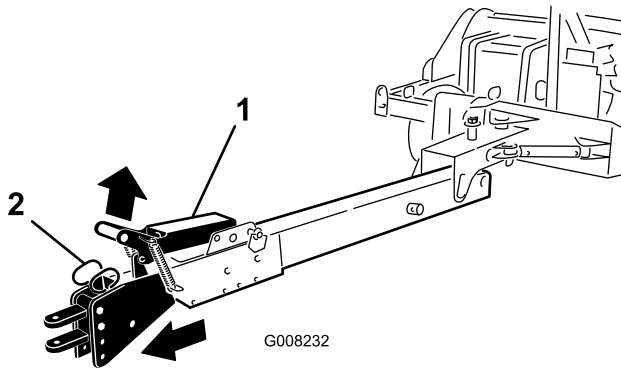

Figure 22
- B. Tirez la poignée de verrouillage (Figure 22).
- C. Avancez le véhicule lentement jusqu'à ce que l'ensemble d'attelage se verrouille en place (Figure 22).
8. Pour rétracter le dispositif d'attelage, soulevez-le par la poignée de verrouillage et faites reculer le véhicule lentement jusqu'à ce que l'ensemble d'attelage s'enclenche en position (Figure 22).